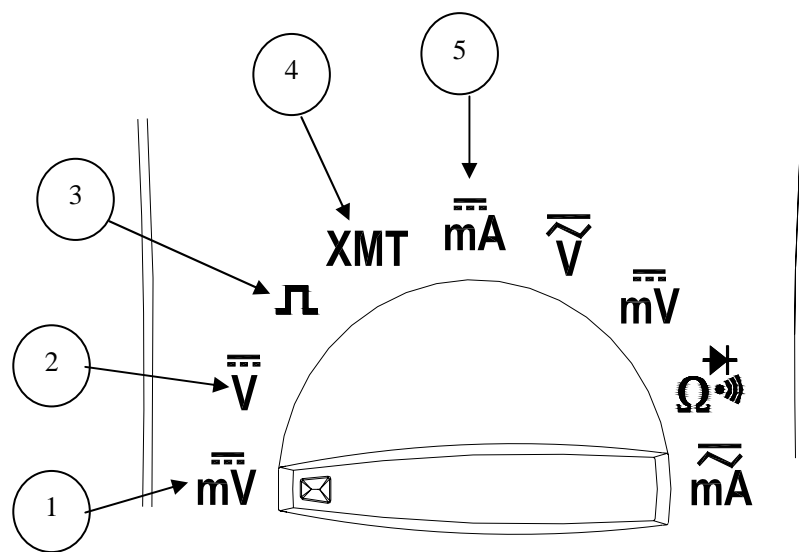

图4. 输出时旋钮开关的位置
- 图4 及表4 说明旋钮开关在前面五个位置上仪表的输出功能。